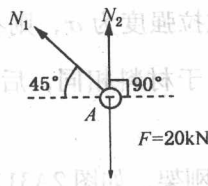

图 2A311010-7
16. 房屋中有一支架由杆 AB 、 AC 构成, A 、 B 、 C 三处都是铰接, 在 A 点悬挂重力为 P 的重物, 如图 2A311010-8 所示。 AB 、 AC 杆所受的力分别为()。(杆的自重不计)。